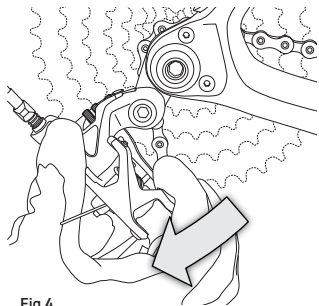
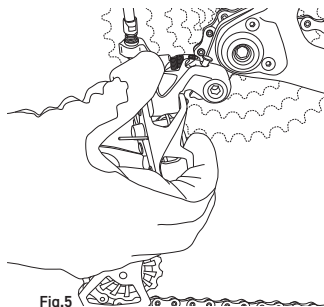

Fig.4
Fig.5
- **BLOQUEO:** Gire el cambio en sentido horario (**Fig.4**) hasta bloquearlo en posición retrasada (**Fig.5**). El pulsador de bloqueo del balancín saltará automáticamente. Ahora puede proceder a desmontar la rueda trasera.
- situando el cambio en el piñón más grande, observándolo desde la parte trasera, se observa que la parte inferior del balancín se aproxima demasiado a los radios de la bicicleta porque la patilla de enganche del cambio probablemente esté doblada (Fig. 4).